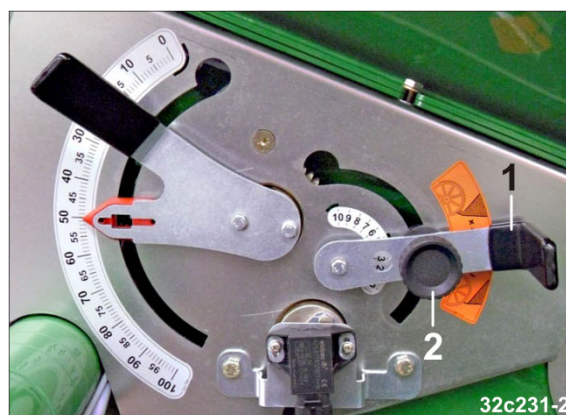

Fig. 162
1. Indstil såsædspjældet med håndtag (Fig. 162/1). Den foreløbige indstillingsværdi fremgår af tabellen (Fig. 68).
2. Sikre indstillingen med fingerskruen (Fig. 162/2).